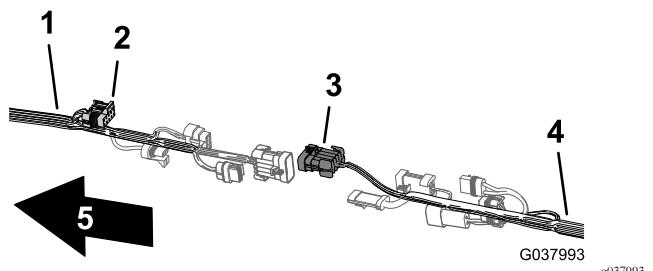

Figura 106
2. Ligue o conector de 10 tomadas da cablagem dianteira para a interligação da cablagem do pulverizador no conector de 10 pinos da interligação da cablagem traseira para a cablagem do pulverizador (**Figura 106**).